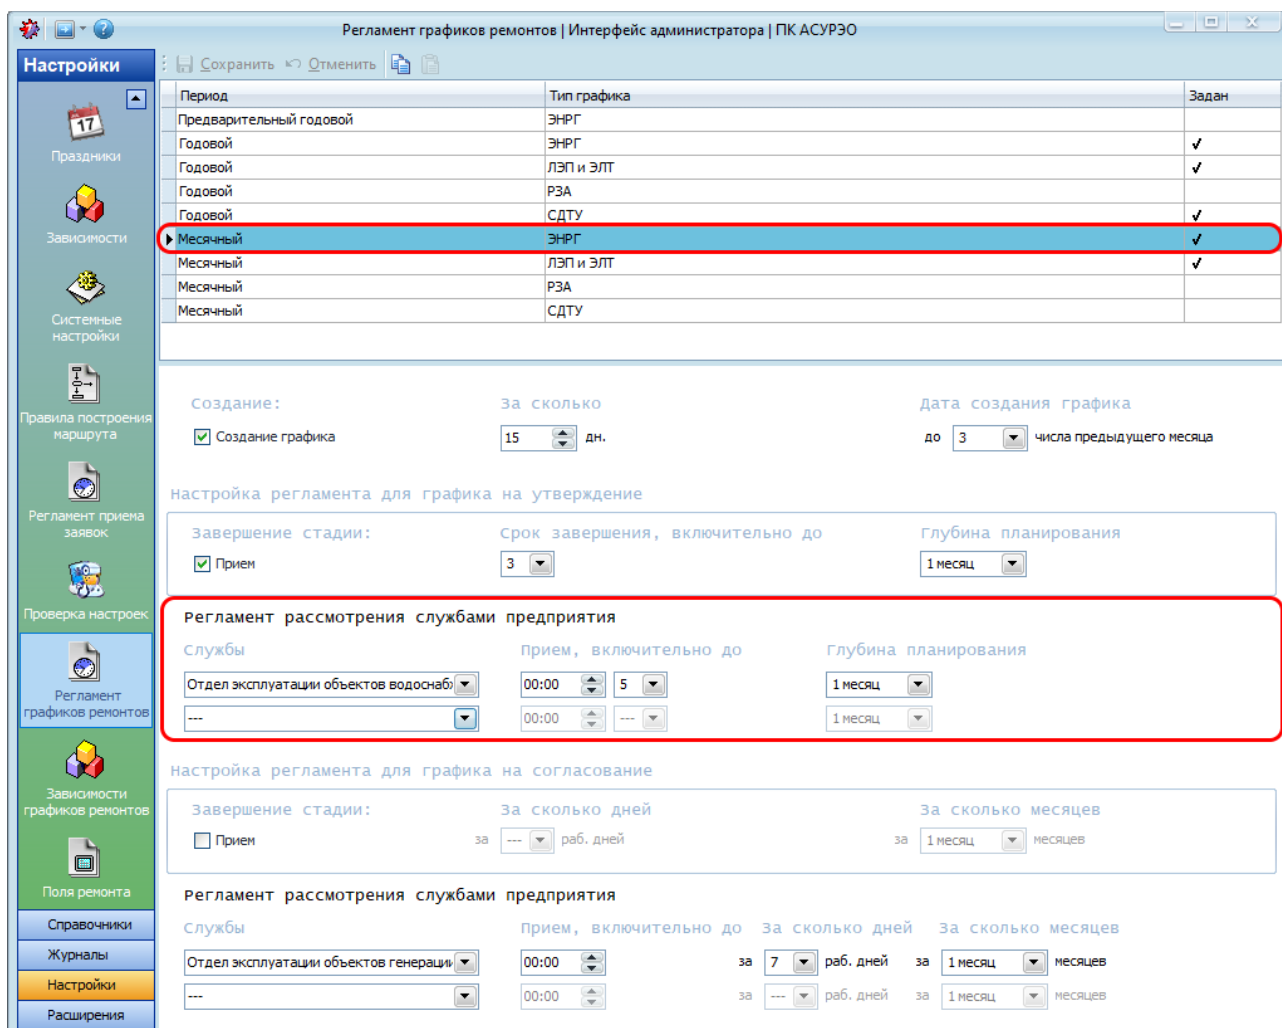

Рисунок 9.14 – Настройка регламента рассмотрения службами предприятия для месячного графика ремонтов с целью «Утверждение»
- для месячного графика ремонтов необходимо в раскрывающемся списке «Глубина планирования» выбрать одно из значений: «1 месяц» или «2 месяца». Поле активно, если в раскрывающемся списке «Службы» выбрано значение (Рисунок 9.14).